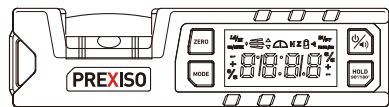

FIG. 1
a. Apague el equipo. Coloque el equipo sobre una superficie sólida, plana y lisa (FIG. 1).